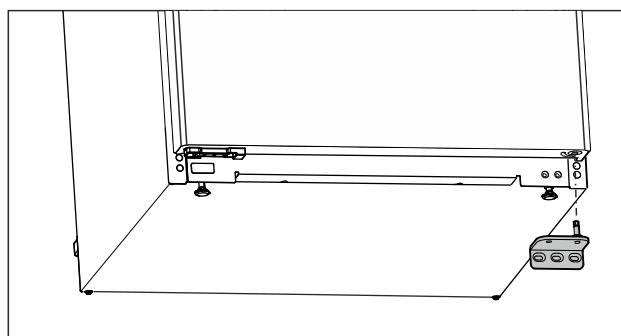

Fig. 11
- ▶ Skinite ležajno postolje prema dolje. (pogledajte Fig. 11)